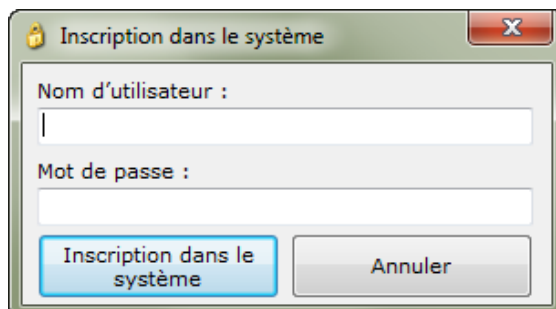

Figure 2-1. Écran de connexion
- Utilisez l'Explorateur des paramètres de BESTCOMSP*Plus* pour sélectionner Définition du nom de l'utilisateur sous Paramètres généraux, Configuration de la sécurité du dispositif. La boîte de dialogue de connexion est affichée. Reportez-vous à la Figure 2-1. Un accès de niveau administrateur est requis pour configurer des noms d'utilisateur et des mots de passe.
2. La boîte de dialogue Connexion est affichée. Reportez-vous à la Figure 2-1. Un accès de niveau administrateur est requis pour configurer l'accès des ports. Entrez le nom d'utilisateur et le mot de passe de l'administrateur, puis cliquez sur le bouton Se connecter. Le nom d'utilisateur de l'administrateur par défaut est **A** et le mot de passe par défaut est **A**.